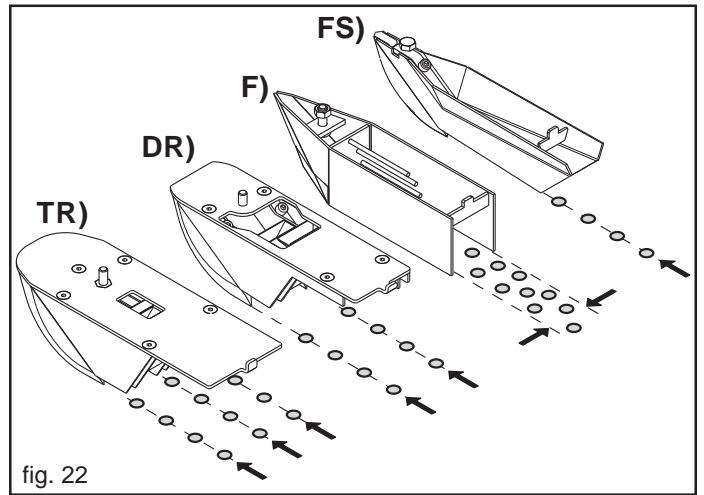

fig. 22
La scelta è determinata dalla disposizione del seme (Fig. 22):
Nel caso di semina con falcione DR (Fig. 22), saranno utilizzati due micro-selettori.
N.B.: Usando una configurazione a tripla fila (TR, Fig. 22), disinserire i micro selettori.